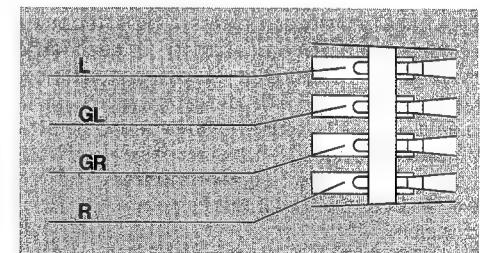

Fig. 15
3. Die Anschlüsse am Systemträger und Tonabnehmersystem sind gekennzeichnet (Fig. 15). Verbinden Sie die Anschlußlizen des Systemträgers mit den entsprechenden und gleich gekennzeichneten Anschlußstiften des Tonabnehmersystems.
3. Les connexions sur le porte-cellule et la cellule sont repérées. Reliez les cordons du porte-cellule aux broches de la cellule portant le même repère (Fig. 15).
3. The connection inputs on the cartridge holder and on the cartridge are color coded. Connect the leads of the cartridge holder to the correspondingly coded connection pins of the cartridge (Fig. 15).
3. De aansluitingen aan de houder zijn gekleurd. De kleurencode komt overeen met de aanwijzingen op het element. Sluit ze achtereenvolgens aan (Fig. 15).
3. Las conexiones del portacapsulas y de las capsulas van marcadas. Conecte las ranuras del portacapsulas con las clavijas de igual marca en el sistema-fonocaptor (Fig. 15).
3. Anslutningstrådarna i monteringsbryggan är färgmärkta (Fig. 15). Koppla dessa trådar till stiftens med motsvarande markering på pick-upen.
3. I contatti della testina sono contrassegnati (Fig. 15). Collegate questi con i corrispondenti della cellula.